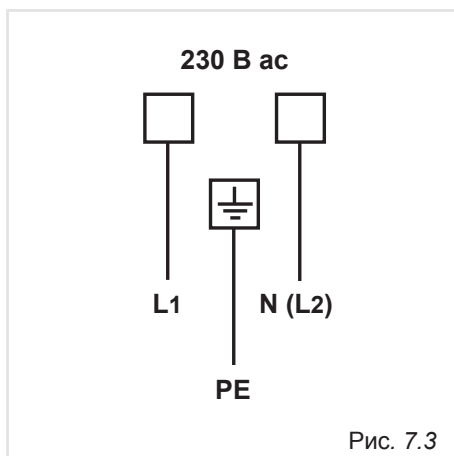

Рис. 7.3
- Подсоединение нового кабеля, соответствующего типа и сечения, к щитку с зажимами осуществляется согласно следующей схеме (Рис. 7.3).